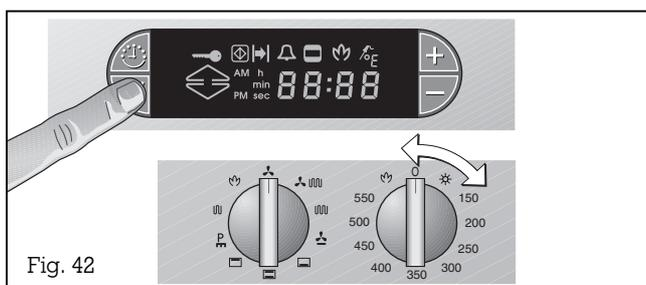

Fig. 42
- Tournez le bouton droit « Température » (four haut) en position 0 (fig. 42).